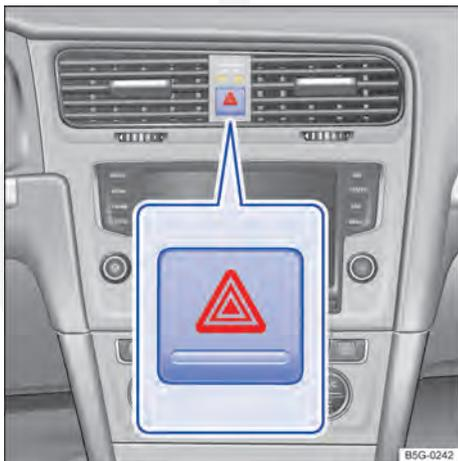

Fig. 191 Na parte superior do console central: botão das luzes de advertência.
2. Ligar as luzes de advertência com o botão  ⇒ Fig. 191.